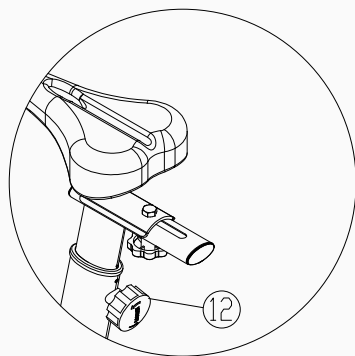

Figura 9
9. Ajuste a altura do assento através do manípulo em forma de estrela (Peça 12). Estão disponíveis várias posições de altura; consulte a Figura 9.